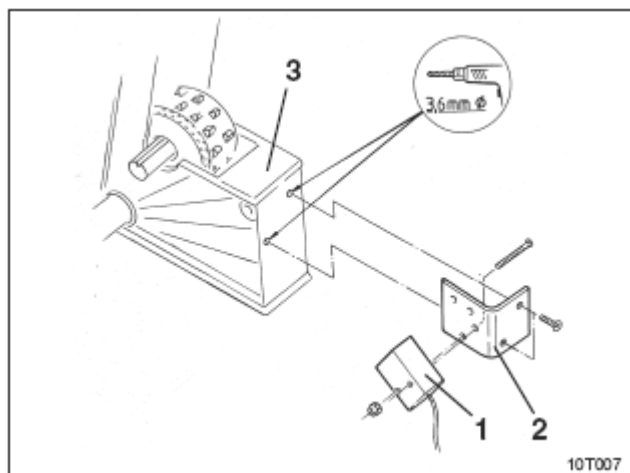

Рис. 10.1
- ☐ Прикрутите датчик (рис. 10.1/1) к держателю датчика (рис. 10.1/2).
- ☐ В коробке (рис. 10.1/3) высевающего аппарата, крайнего с левой стороны, просверлите два отверстия (\varnothing 3,6 мм) с помощью прилагаемого сверла.
- ☐ Прикрутите держатель датчика (рис. 10.1/2) к коробке высевающего аппарата.